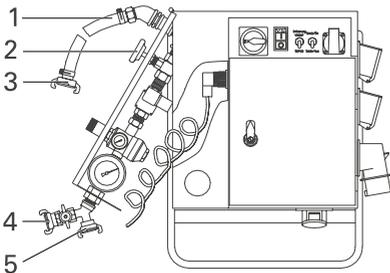

Abb. 15: Wasserarmatur
Vom zusätzlichen Wasserausgang (Abb. 15, 4) darf während des Betriebes kein Wasser entnommen werden.
Der zusätzliche Wasserausgang (Abb. 15, 4) kann für einen separaten Wasserschlauch verwendet werden (z. B. zur Reinigung).
- Den maschineninternen Wasserschlauch (Abb. 15, 1) an die Wasserarmatur und die GEKA-Kupplung des Mischrohrs anschließen.
- Den externen Wasserschlauch an die GEKA-Kupplung des Wassereingangs (Abb. 15, 5) und das Wassernetz anschließen.
- Ggf. Wassermenge mit dem Feinregulierventil (Abb. 15, 2) an der Wasserarmatur optimieren.